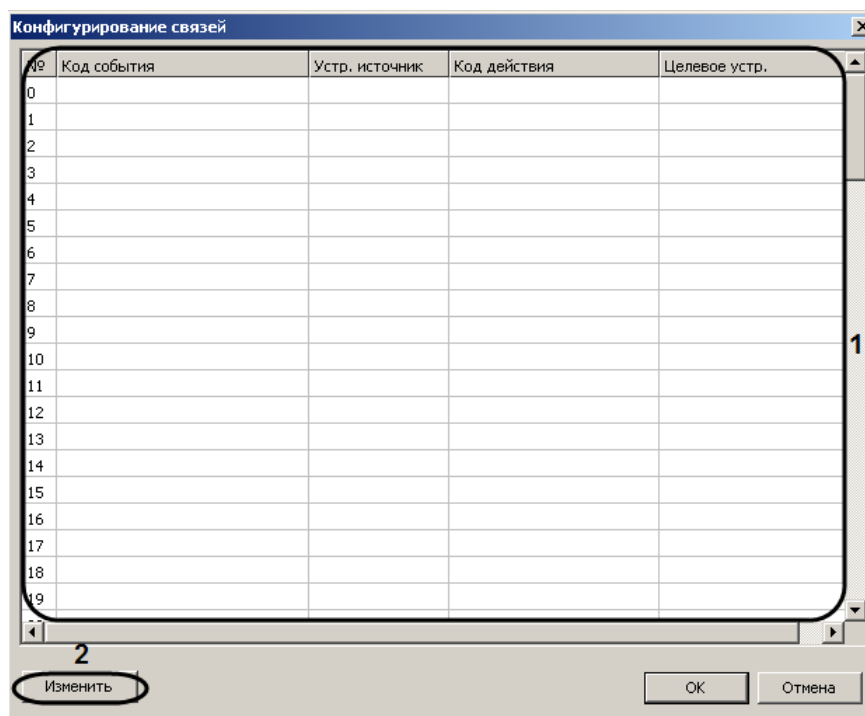

Рис. 3.3—8 Диалоговое окно Конфигурирование связей
4. В таблице (Рис. 3.3—8, 1) отображаются текущие логические связи между событиями в контроллере АПДА.21 или АПДА.41.